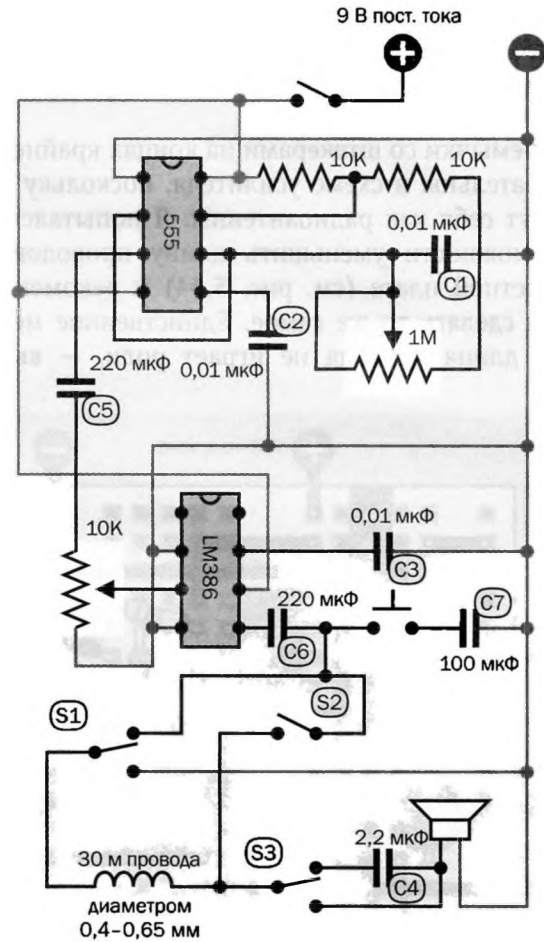
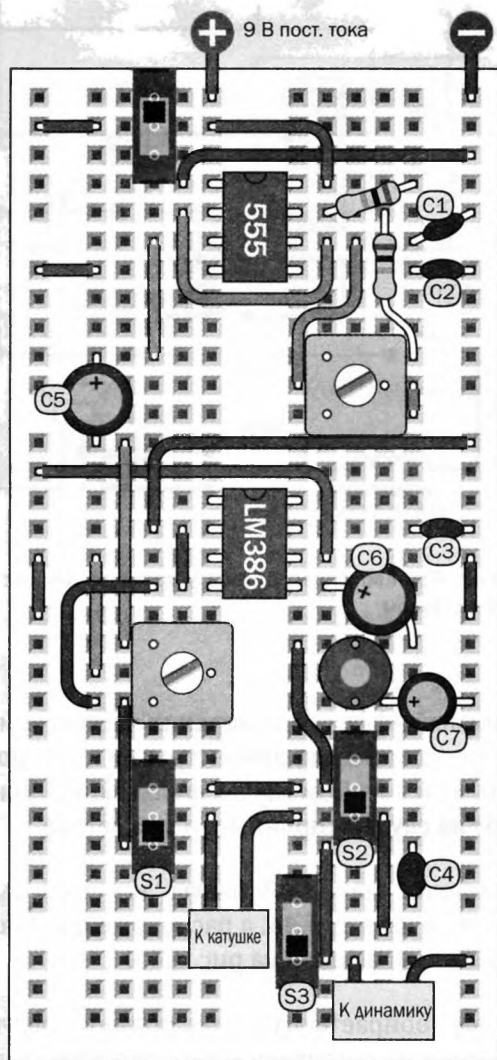
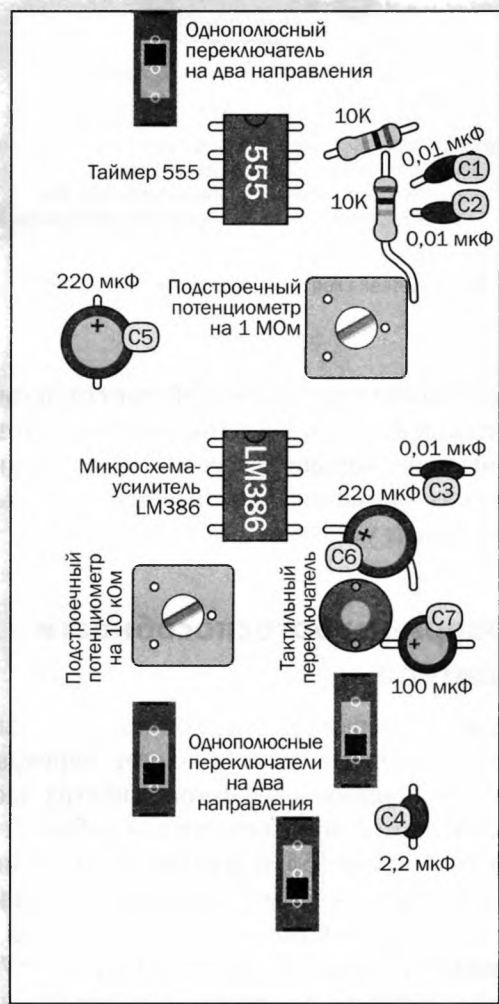

Рис. 5.43. Принципиальная схема устройства для экспериментов со звуком
Рис. 5.44. Макет экспериментальной аудиосхемы
Рис. 5.45. Расположение и номиналы компонентов экспериментальной аудиосхемы
В целях проверки мне бы хотелось, чтобы источник звукового спектра частот перекрывал широкий диапазон слышимого спектра частот. Простой способ добиться этого — собрать генератор на таймере 555. В верхней части схемы на рис. 5.43 показан таймер в режиме автоколебаний, а номиналы компонентов таковы, что обеспечивается диапазон частот примерно от 70 Гц до 5 кГц, когда вы поворачиваете подстроечный потенциометр номиналом 1 МОм. К сожалению, шкала окажется нелинейной: небольшой поворот потенциометра будет иметь гораздо больший
Компоновка макетной платы для этой схемы приведена на рис. 5.44, а расположение и номиналы компонентов — на рис. 5.45.
Перемычки со штекерами на концах крайне нежелательны в схеме усилителя, поскольку они ведут себя как радиоантенны. Я попытался по возможности уменьшить длину проводов на макетной плате (см. рис. 5.44) и рекомендую вам сделать то же самое. Единственное место, где длина провода не играет роли, — выход
Предполагаю, что ваша схема теперь настроена и работает. Я объясню функции компонентов, прежде чем предложу попробовать кое-что еще. Обратимся к схеме устройства (рис. 5.43) и макетной плате (рис. 5.44).
- Установка из эксперимента 29, собранная на макетной плате (см. рис. 5.44).